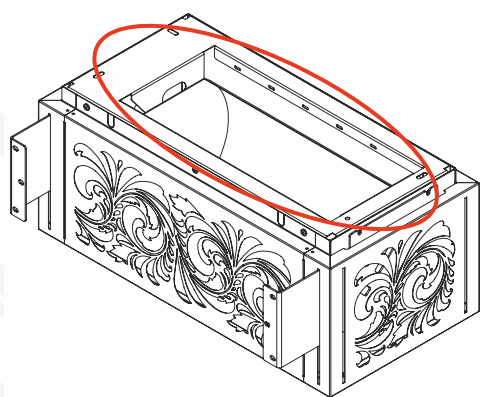

Рис. 5
- 3 ревизию и чистку бака устройства можно произвести не разбирая само устройство через ревизионное окно в верхней части устройства (рис.5).